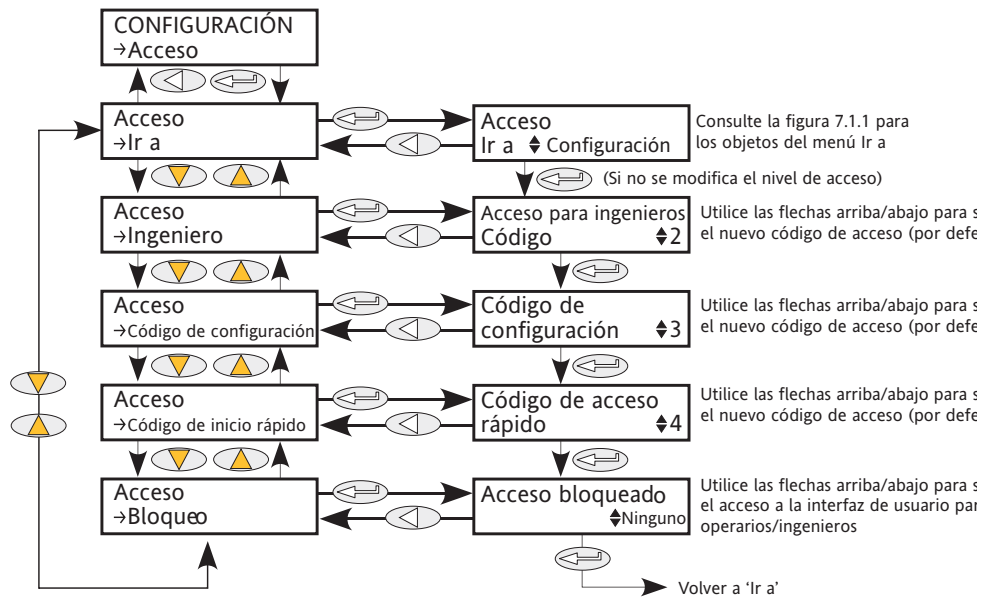

Figura 6.3.2b Configuración de acceso
2. El usuario puede modificar el código de acceso actual para los menús de ingeniero, configuración e inicio rápido (figura 6.3.2b).
3. Limitar el acceso a los pulsadores de la interfaz del operario en los niveles operario e ingeniero del menú (figura 6.3.2b).